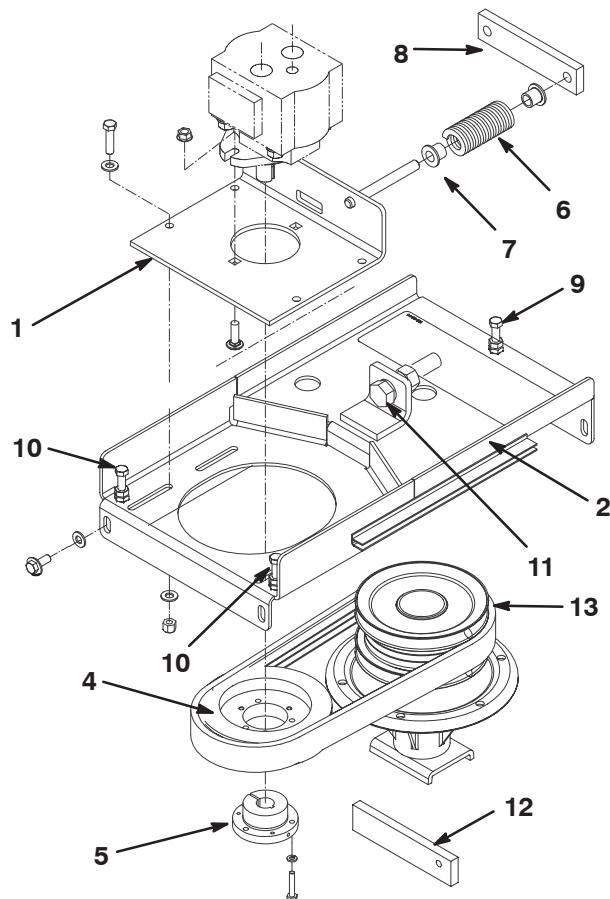

Figure 68
2. Desserrez l'écrou de blocage et détendez les ressorts en desserrant le boulon tendeur (Fig. 68).
4. Vissez l'écrou sur la vis de réglage et vissez la vis à l'arrière du support moteur (Fig. 68).
5. Desserrez les (4) vis de fixation de la plaque coulissante au support moteur (Fig. 68).
6. Retirez les (4) vis et rondelles de fixation du support moteur au plateau (Fig. 68).
8. Positionnez le support moteur sur le plateau et passez la courroie autour de la poulie d' entraînement (Fig. 68). Veillez à ne pas plier, tordre, déformer ou endommager les flexibles hydrauliques.
9. Fixez le support moteur au plateau en serrant légèrement les (4) vis et rondelles retirées précédemment.
10. Contrôlez la hauteur de la poulie d' entraînement (Fig. 68) comme suit :
- Glissez le calibre de hauteur (Fig. 68) sous la poulie d' entraînement (pas sous la bague de blocage conique).
- Serrez ou desserrez de la même façon (3) vis de réglage (Fig. 68) jusqu'à ce que le bas de la poulie soit au même niveau que le calibre de hauteur (environ 3,8 cm).
- Serrez les (4) vis et rondelles de fixation du support moteur au plateau de coupe.
4. Desserrez les (4) vis de fixation de la plaque coulissante au support moteur (Fig. 68).
5. Retirez les (4) vis de fixation du support moteur au plateau de coupe (Fig. 68).